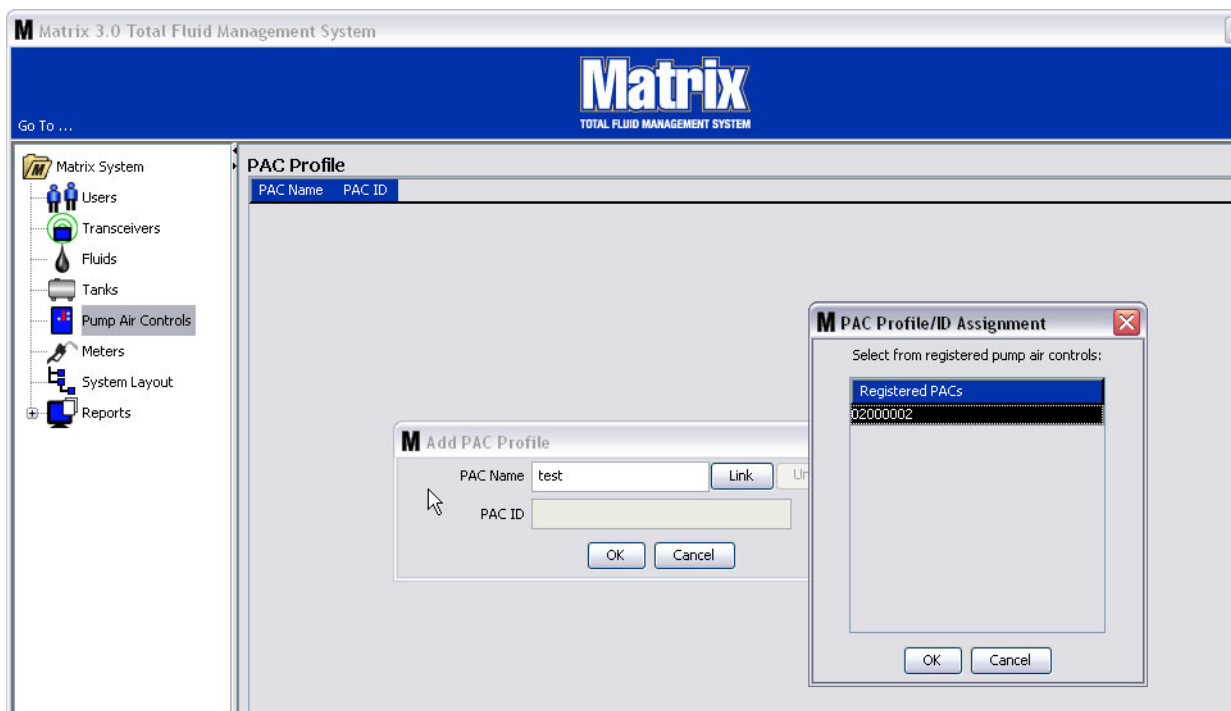

FIG. 81
- Después de haber nombrado el PAC, haga clic en el botón Vincular. Aparecerá la pantalla Perfil/Asignación de ID representada en la FIG. 81. Seleccione un PAC de la lista de controles de aire de bomba registrados. Haga clic en Aceptar para cerrar la pantalla y guardar los cambios. Consulte el manual de instrucciones del control de aire de bomba para obtener una descripción completa del procedimiento de registro del PAC. En el Apéndice A de este manual, en la sección Cómo registrar un control de aire de bomba de la página 107, también se proporcionan instrucciones.